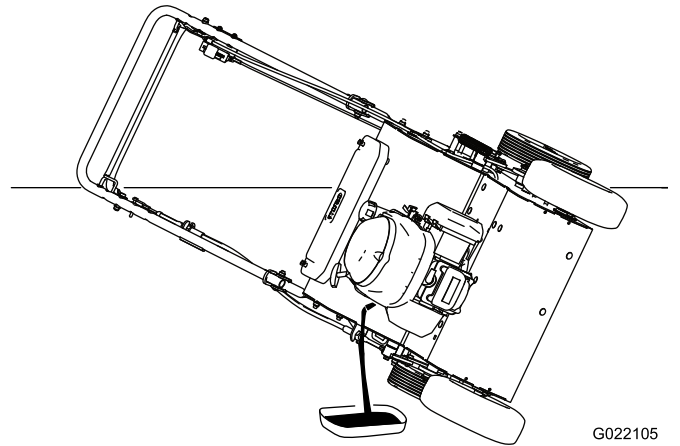

Figure 27
- Inclinez la machine sur le côté (filtre à air vers le haut) pour vidanger l'huile usagée par le goulot de remplissage (Figure 27).